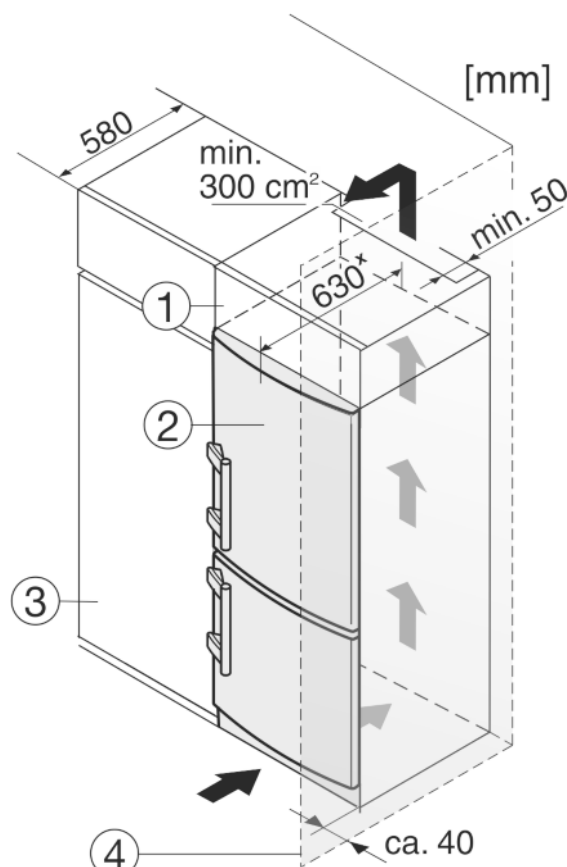

Fig. 13
- (1) Nastavbová skříň
- (2) Spotřebič
- (3) Kuchyňská skříň
- (4) Stěna
Zařízení lze zabudovat do vybavení kuchyně. K vyrovnání přístroje Fig. 13 (2) na výšku kuchyňské linky lze na přístroj nasadit odpovídající nástavec Fig. 13 (1).
Při montáži do kuchyňských skříní (hloubka max. 580 mm) lze přístroj instalovat hned vedle kuchyňské skříně Fig. 13 (3). Přístroj přesahuje přední stěnu kuchyňské skříně na stranách o 34 mm* a uprostřed o 50 mm*.
Když se přístroj instaluje závěsy vedle stěny *Fig. 13 (4)*, musí být vzdálenost přístroje od stěny alespoň 40 mm. To odpovídá přesahu madla při otevřených dveřích.